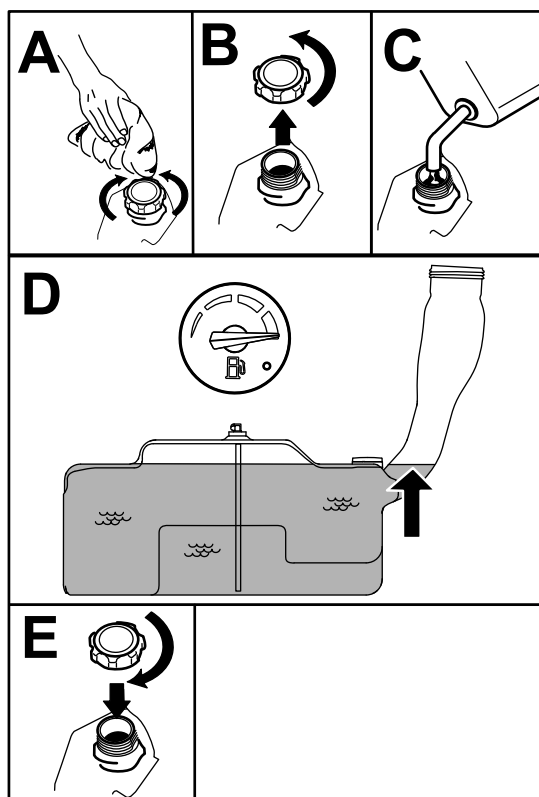

Figura 7
5. Riempite il serbatoio del carburante fino a quando il relativo indicatore non indica il livello pieno Figura 7